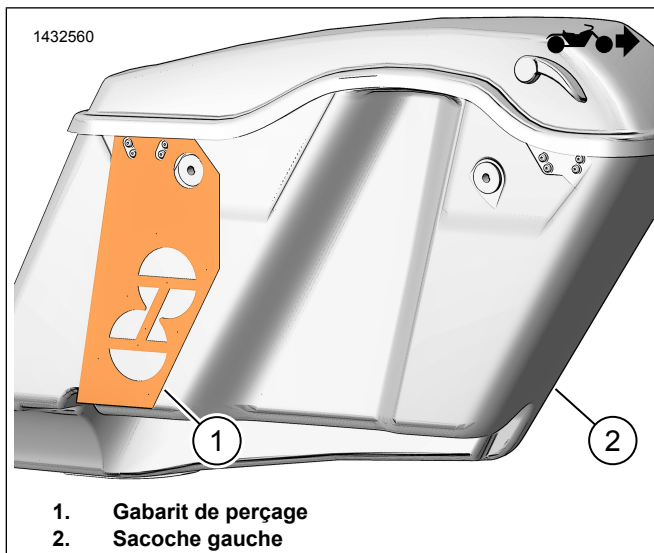

Figure 2. Gabarit sacoche gauche
1. Voir la figure 2. Positionner le gabarit de perçage (1) sur la sacoche gauche (2).
Voir la figure 2. Modifier la sacoche gauche (2).